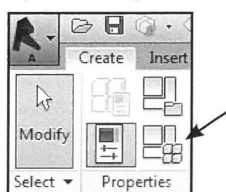
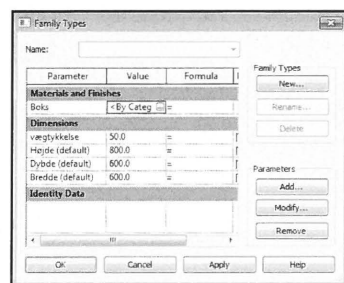

Fig. 06.52. *Family Types*.
Fig. 06.53. Se alle parameterne under *Family Types*.
- Klik *Family Types* (Fig. 06.52) og få et overblik over hvilke *Parameters* du nu har i familien (Fig. 06.53).